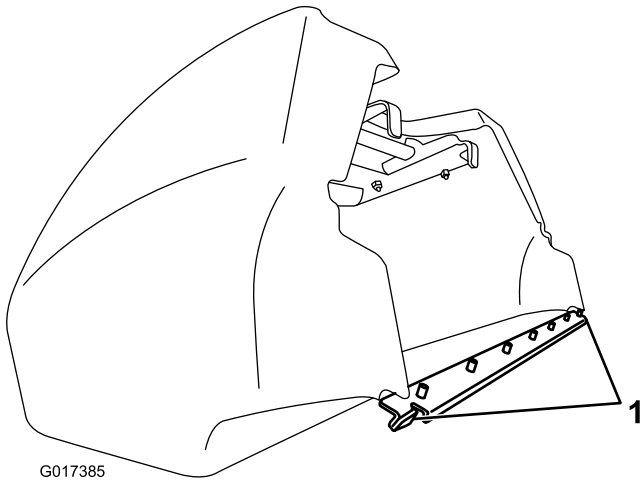

図 18
**重要** もしバスケットを落としてしまった場合には、バスケットの下側リップにあるピッチアームの接点 (図 18) が破損していないか点検してください。曲がっている場合には真っ直ぐに直してから使用してください。ピッチアームが曲がったままの状態ではバスケットを使用するとリールを破損させる恐れがあります。